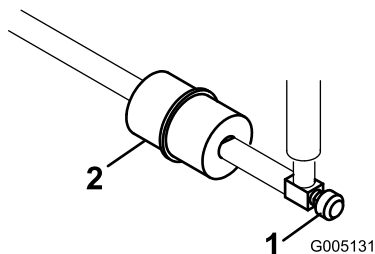

Figura 36
El filtro de combustible en línea se encuentra en el tubo de combustible, entre el depósito de combustible y el carburador (Figura 36).
1. Cierre la válvula de cierre del combustible (Figura 36).
2. Coloque un recipiente debajo del filtro, afloje la abrazadera en el lado del carburador del filtro y retire el tubo de combustible del filtro (Figura 36).
3. Afloje la otra abrazadera y retire el filtro (Figura 36).